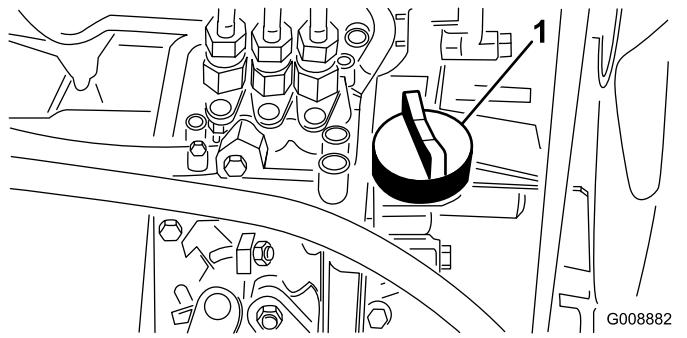

Figura 49
4. Se l'olio è insufficiente, togliete il tappo di rifornimento (Figura 49) e aggiungete lentamente piccole quantità di olio, controllando spesso il livello, finché non raggiunge il segno di pieno sull'asta.